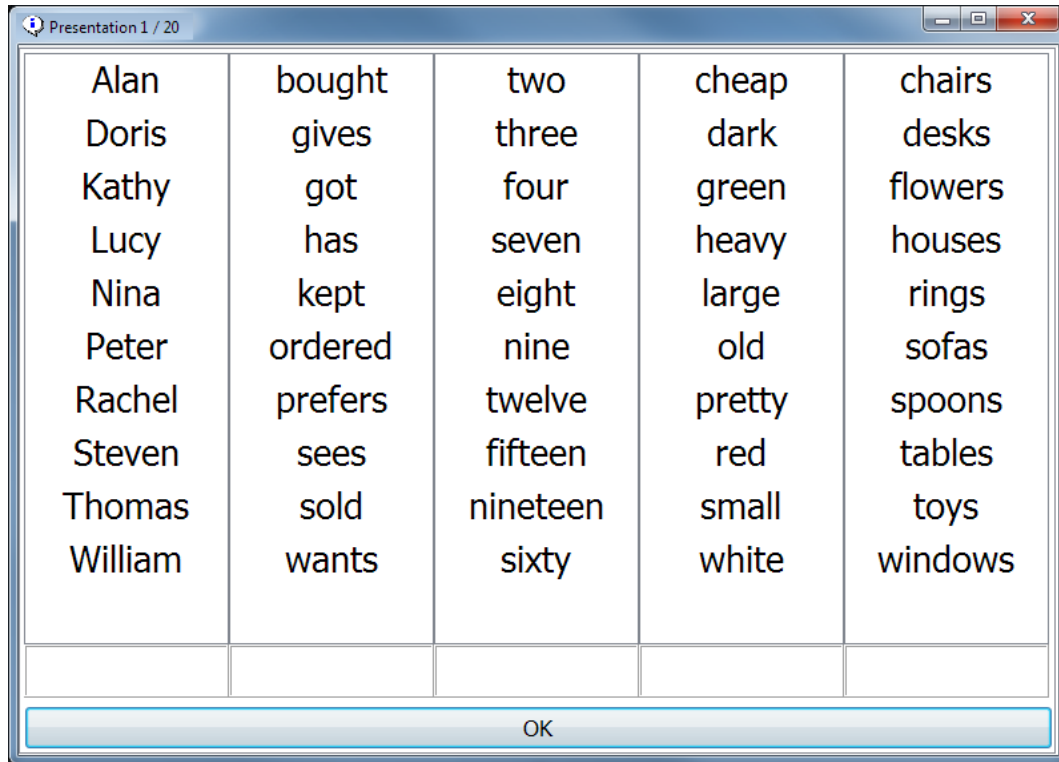

Abbildung 28: Auswahlmaske für die geschlossene Antworteingabe
Gleichzeitig wird eine Auswahlmaske angezeigt, die alle möglichen Antwortalternativen der Messung „Englischer (US) Matrix Test“ anzeigt (Abbildung 28). Dabei sind die jeweiligen Antwortalternativen der fünf Bestandteile der Sätze der Messung „Englischer (US) Matrix Test“ in Spalten angeordnet. Die erste Spalte enthält alle vorkommenden Namen, die zweite Spalte enthält alle vorkommenden Verben usw. Durch Anklicken der Wörter in der Antwortbox können Sie bzw. Ihr Patient/Kunde jeweils das Wort in einer Spalte markieren, das vom Patienten/Kunden richtig verstanden bzw. korrekt wiedergegeben wurde.